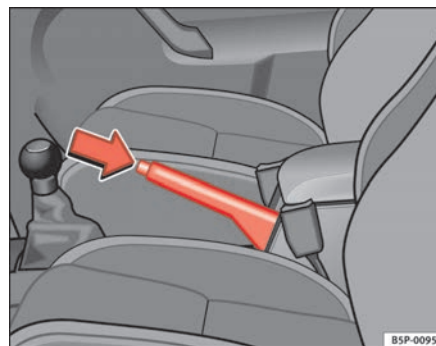

Fig. 144 Travão de mão entre os bancos dianteiros
- Puxar a alavanca do travão de mão com força ⇒ página 176, fig. 144.
- Puxar a alavanca um pouco para cima, premir o botão desbloqueador no sentido da seta ⇒ página 176, fig. 144 e reconduzir a alavanca do travão de mão totalmente até baixo ⇒ .